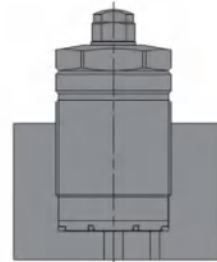

图 3
- 2) 附带进排气阀（图 1）仅适用于无切削液的干燥状态下使用，图 2 和图 3 既适合干燥状态下使用，又适合有切削液的状态下使用；